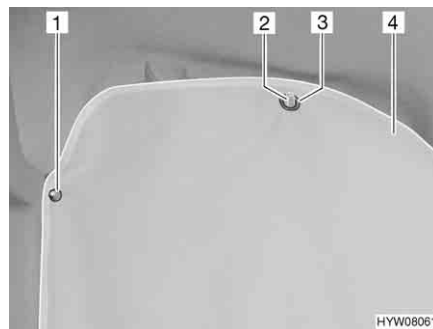

Fig. 16 Oscurante cabina di guida
- Fissare l'oscurante (Fig. 16,4) con i bottoni automatici (Fig. 16,1).
- Agganciare gli occhielli (Fig. 16,3) a sinistra e a destra nei ganci per gli abiti (Fig. 16,2) delle impugnature.
- Sganciare gli occhielli (Fig. 16,3) a sinistra e a destra dai ganci per gli abiti (Fig. 16,2) delle impugnature.
- Sganciare e riporre l'oscurante (Fig. 16,4).